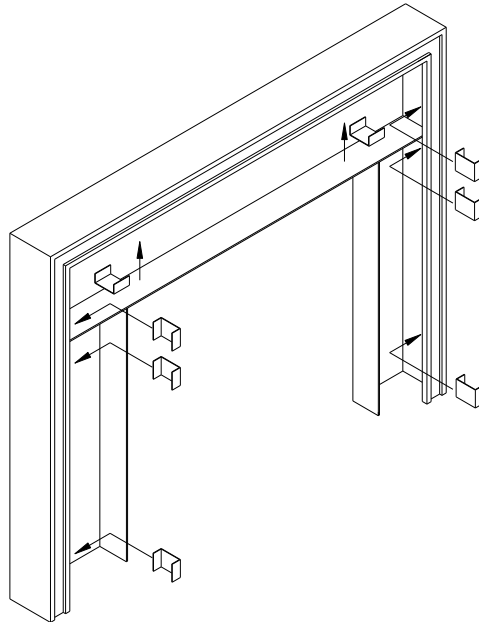

Figure 8
7. **INSTALLATION DES MONTANTS SUR LA PLAQUE AVANT:** Assemblez les coins à onglet de la garniture à l'aide des goussets en coin. Faites glisser la garniture en ainsi assemblée par-dessus le rebord de la plaque avant. Voir les figures 8 et 9.
Fixez les montants latéraux gauche et droit à la partie supérieure à l'aide des goussets de coin fournis. Faites glisser la garniture par-dessus la plaque avant et insérez les pinces à garniture de plaque avant (voir la figure 8).